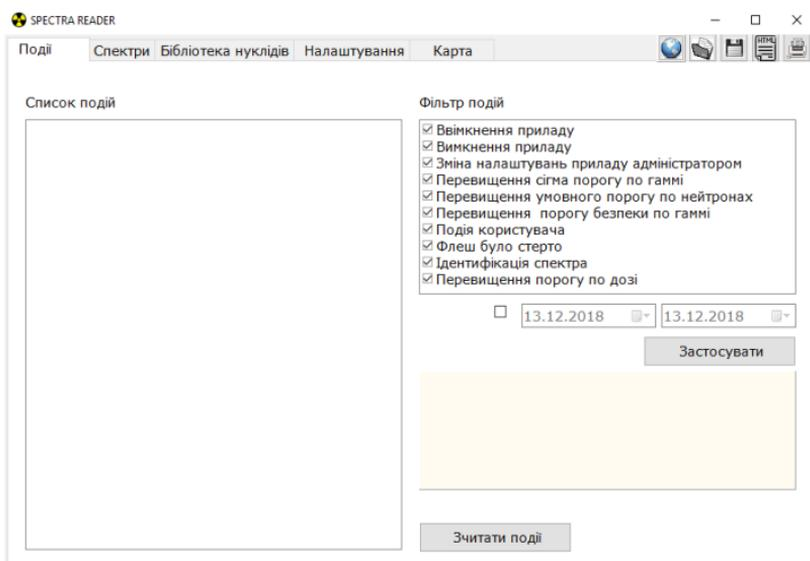

Рисунок 37 – Закладка “Події”
- **Список подій** – у цьому полі буде відображатись перелік подій, завантажених з приладу за останній сеанс зчитування (рис. 37);